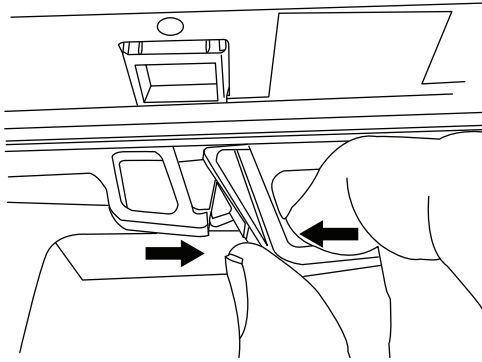
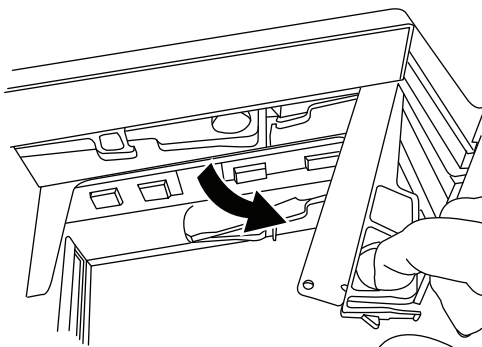

図 10. IOM の固定解除
図 11. IOM の取り外し
5. 50 ページの図 10 および 50 ページの図 11 で示すように、カム・ハンドルのラッチを押して外し、カム・ハンドルを完全に開いて IOM をミッドプレーンから外します。次に両手を使って、IOM をストレージ拡張ユニットから引き出します。